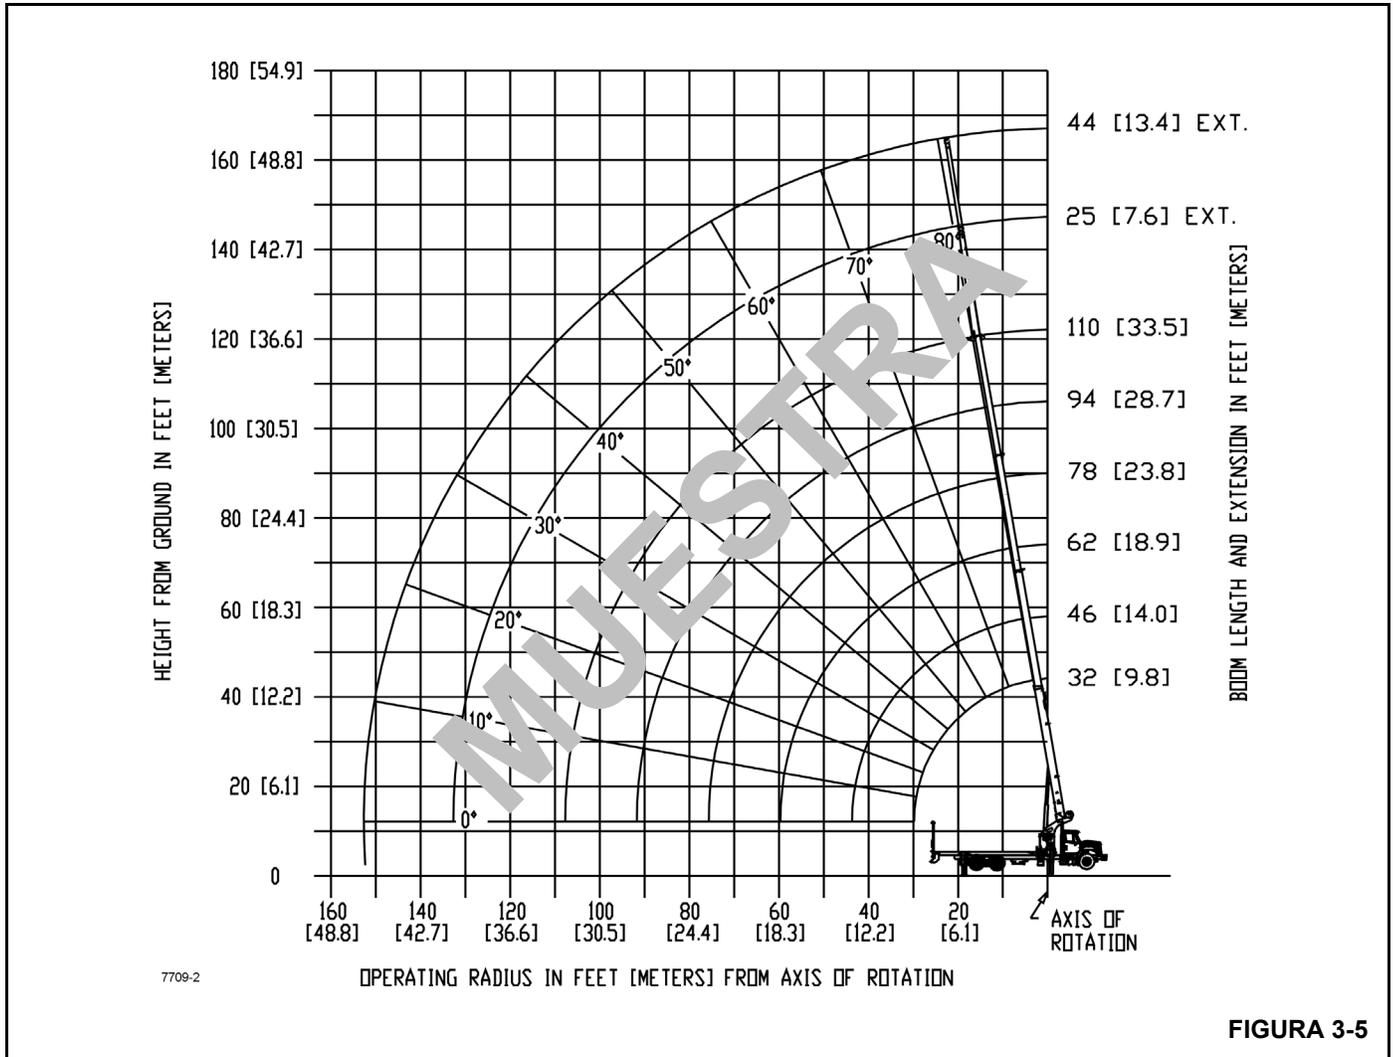

FIGURA 3-5
- **Diagrama de alcance:** El diagrama de alcance (Figura 3-5) muestra el radio de funcionamiento y la altura de la punta de la pluma sin carga correspondientes a todos los largos y ángulos de la pluma. Debe usarse como guía para colocar el cable sin carga y para determinar la altura aproximada a la cual se puede elevar la carga.
- El diagrama de alcance (Figura 3-5) muestra el radio de funcionamiento y la altura respecto a la horizontal de la pluma sin carga.